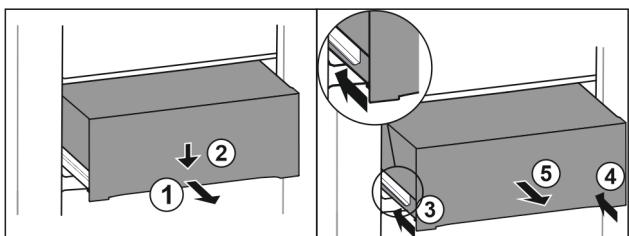

Fig. 71
- Изтеглете чекмеджето наполовина. Fig. 71 (1)
- Натиснете надолу чекмеджето от предната страна. Fig. 71 (2)
- Вкарайте лявата релса приблизително 2 см навътре. Fig. 71 (3)
- Вкарайте дясната релса приблизително 2 см навътре. Fig. 71 (4)
- Извадете чекмеджето напред. Fig. 71 (5)